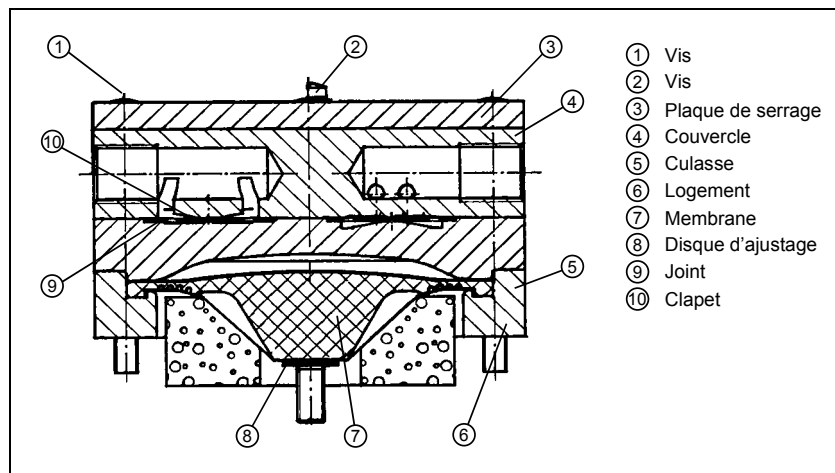

Fig. 17 : Plan coupe de la tête de pompe.
- Les repères figurant dans les instructions de travail ci-dessous se réfèrent à la figure 17.
- ❶ Mettre la pompe hors service (voir chapitre 6) ; pour cela, débrancher l'alimentation électrique.
- ❷ Retirer les tuyaux à l'aspiration et au refoulement de la pompe.
- ❸ Si la pompe fait partie d'un groupe de pompage, retirer la pompe de la plaque de base.
- ❶ Dévisser à la main un des écrous-raccord au niveau du raccordement pneumatique entre les deux têtes de pompe. Tourner ensuite dans le sens inverse des aiguilles d'une montre l'embout coudé, jusqu'à ce que le tuyau de raccordement puisse être retiré.
- ❷ Dévisser les vis ❶ sur les deux têtes.
- ❸ Retirer avec précaution les deux têtes de pompe (chacune composée de la plaque de serrage ❸, du couvercle ❹ et de la culasse ❺).
- ❶ Pousser une des membranes ❷ vers le bas, afin que l'autre membrane se retrouve en position haute.